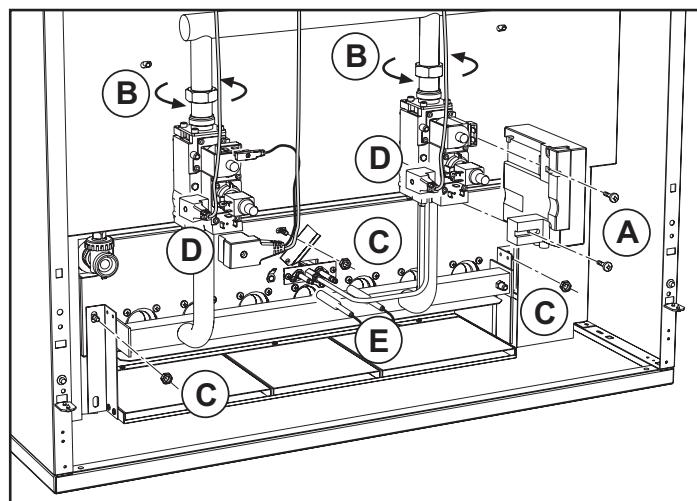

fig. 10 -
- Desenrosque los dos tornillos (A, figs. 10 y 11) que fijan la centralita electrónica de control de llama a la válvula del gas y extrágala de la válvula.
- Desenrosque los tornillos que fijan los conectores (D) a las válvulas del gas y extrágalo de las válvulas.
- Desconecte del grupo de electrodos los cables (E) para el encendido y la ionización.
- Desenrosque las tuercas (B) que fijan el tubo de entrada de gas antes de las válvulas.
- Desenrosque las tuercas (C) que fijan la puerta de la cámara de combustión a los elementos de fundición de la caldera.